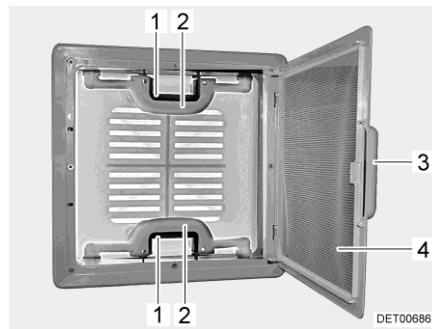

Fig. 20 Oblò a scatto
- Tirare la maniglia (Fig. 20,3).
- Ribaltare la protezione contro gli insetti (Fig. 20,4) verso il basso.
- Premere la chiusura a scatto (Fig. 20,1) verso l'interno dell'oblò. Premere contemporaneamente verso l'alto l'oblò con la maniglia (Fig. 20,2).
- Spingere la protezione contro gli insetti (Fig. 20,4) verso l'alto finché non si innesta.
- Tirare con forza verso il basso le due maniglie (Fig. 20,2) dell'oblò, fino a quando non scattano entrambe le chiusure (Fig. 20,1).